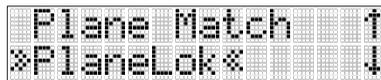

Abb. 23 PlaneLok-Menü
- 5.) Drücken Sie die Taste M (h) auf der Fernbedienung und lassen Sie sie wieder los, um das Menü aufzurufen und blättern Sie zur Markierung >>PlaneLok<< (siehe Abb. 23).